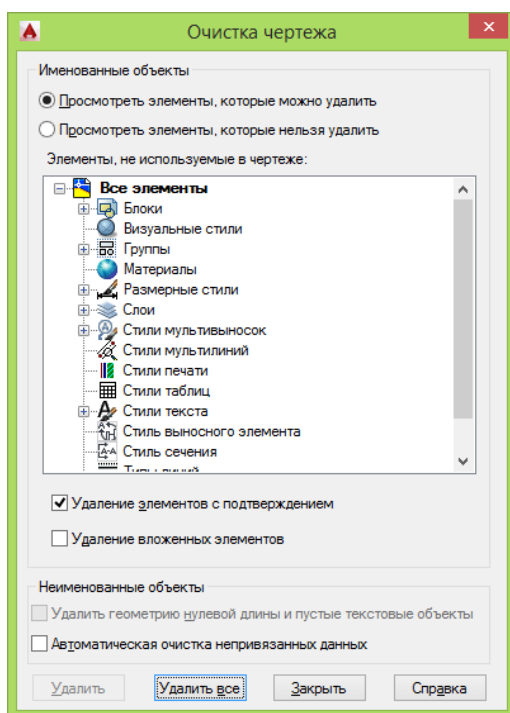

Рис. 19. Стандартное диалоговое окно AutoCAD очистки чертежа.
- в диалоговом окне *Очистка чертежа* (см. Рис. 19) указать элементы, которые нужно удалить и нажать *Удалить / Удалить все*.